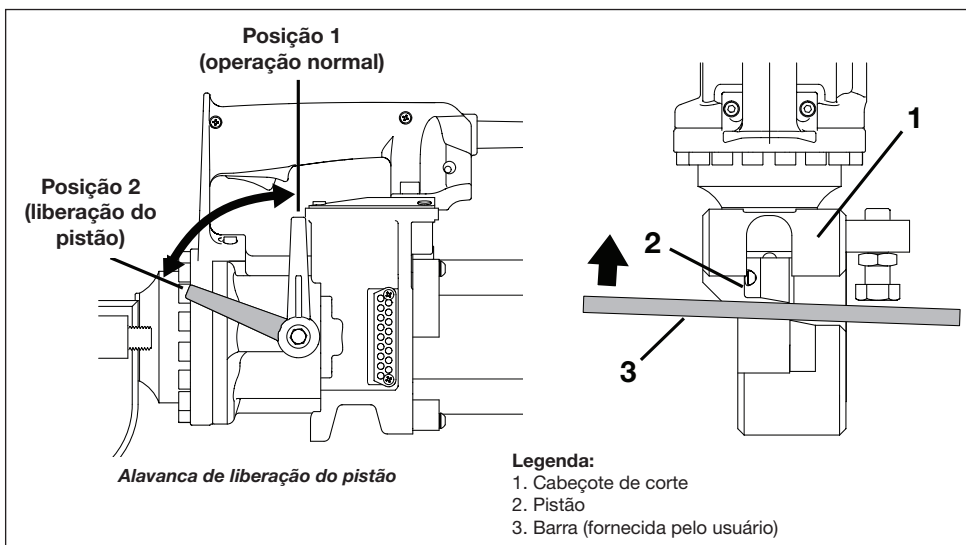

Figura 11, procedimento de retração manual do pistão
Consulte os seguintes passos: Veja a Figura 11:
3. Mova a alavanca de liberação do pistão em sentido anti-horário para a posição 2. Veja a Figura 11.
4. Usando uma barra de aço rígida, empurre manualmente o pistão para dentro do cortador até que ele tenha retornado para a posição inicial. Veja a Figura 11, item 3. Isto deve desalojar qualquer sujeira ou outro material que tenha prevenido que o pistão retorne durante a operação normal.
5. Mova a alavanca de liberação do pistão totalmente em sentido horário para a posição 1. Veja a Figura 11.
8. Limpe a parte exposta do pistão. Remova quaisquer detritos, chispas ou sujeira desta área. Veja a Figura 11, item 1.